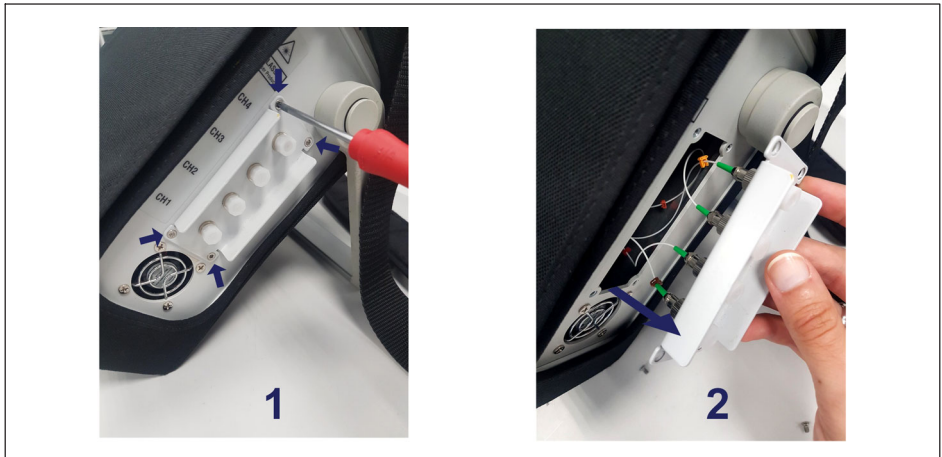

図3.17 着脱式コネクタパネル
- ▶ パネルを取り外すには、4本のネジ(図3.17の1番)、を緩めパネルを慎重に引き出します(図3.17の2番)。壊れやすい光ケーブルが接続されていて、破損する可能性があるため、これらのケーブルに無理な力を加えないように注意してください。